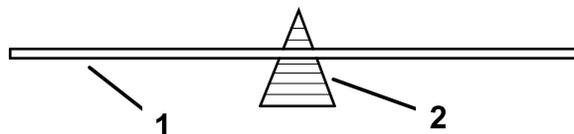

Рисунок 41
- Только для прямых ножей: проверьте балансировку ножа, поместив его в балансирующее устройство для ножей (Рисунок 41).